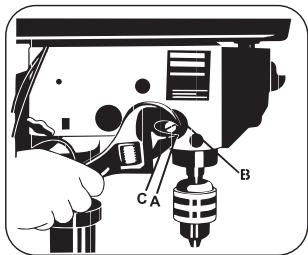

FIGURA 8.17
- Mova as porcas de trava até sua posição mais baixa, e trave-as neste local utilizando a chave. Isto evitara que o Eixo-Árvore caia quando acionado pela mola (Figura 8.17).
- Posicione a chave de fenda na fenda inferior frontal (A) da tampa da mola (B), e segure-a nesta posição enquanto estiver afrouxando e removendo as porcas.
- Aperte a porca interior (C) com a chave.
- Verifique o Eixo-Árvore quando movimentar a alavancinha. A operação do Eixo-Árvore deve ser suave, com movimentos irrestritos. Se o deslocamento estiver muito apertado, afrouxe um pouco as porcas até que o movimento não seja mais dificultado (Figura 8.17).